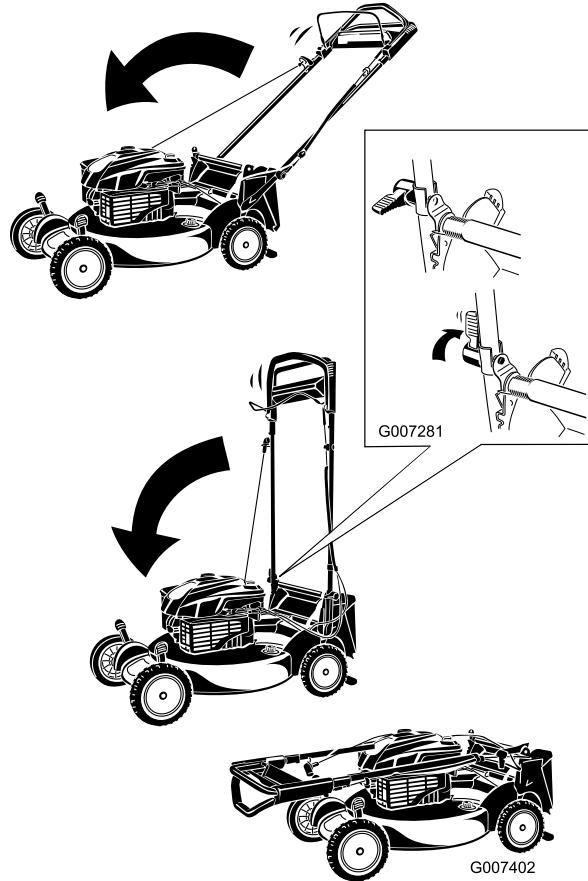

Figura 44
- Doble el manillar hacia adelante (Figura 44).